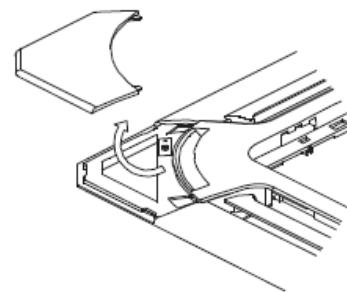

Fig.1-9
- Desfaceţi cu cheia şuruburile, slăbiţi sfoara capacelor de instalare şi scoateţi-le (Consultaţi Fig. 1-9)